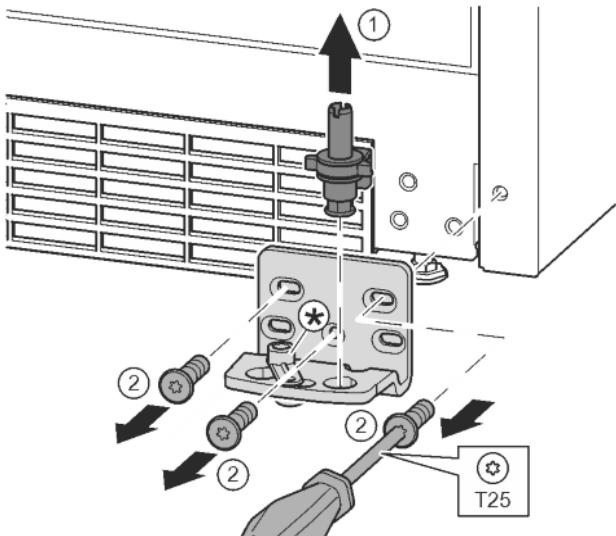

Fig. 14
- Опорний гвинт цілком витягніть рухом вгору. Fig. 14 (1)
- Викрутіть гвинти за допомогою викрутки T25 та зніміть опорний кронштейн. Fig. 14 (2)